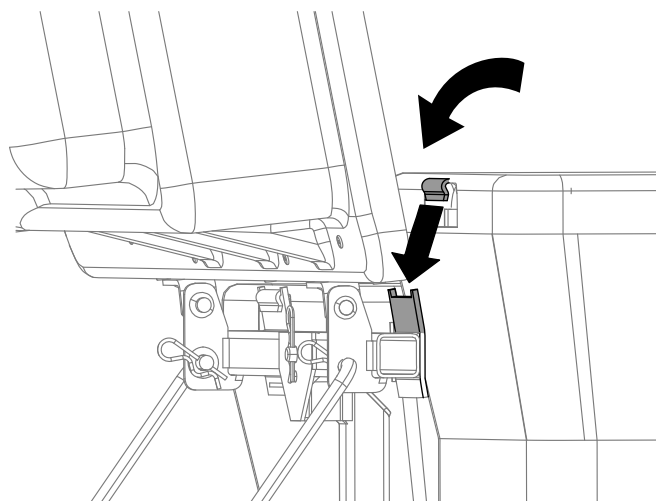

Figura 21
4. Alzate il coperchio del sistema di raccolta e inserite i cestri montati nella 9 Montaggio dei cestri di raccolta (pagina 16) facendo scorrere i ganci del telaio dei cestri sulle staffe di ancoraggio (Figura 21).